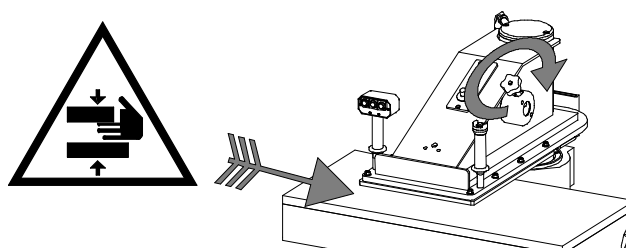

Fig. 10
- a) O manípulo do lado direito do braço giratório, serve para regular o seu curso (abertura entre o braço e a mesa). Girando o manípulo no sentido horário, como indicado na flecha na Fig. 10, o braço abaixa, girando em sentido contrário o braço sobe.